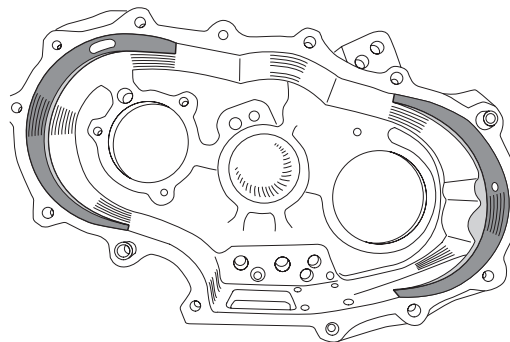

Рис. 11
9. Вскрывшееся отверстие крепления кронштейна ручника замажьте холодной сваркой, для предотвращения потеков масла. Общий вид картера после доработки показан на **Рис. 11**. Доработанные области выделены серым цветом.